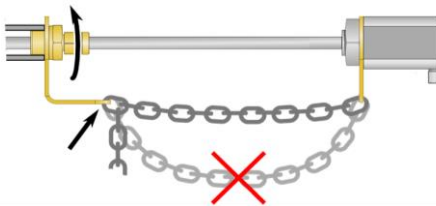

Abbildung 4: Sicherheitskette montieren
- Vor der Beaufschlagung mit Druck ist die Sicherheitskette zu verschließen. Der Verschluss soll so eingehängt werden, dass die Kette so wenig als möglich durchhängt (siehe Abbildung 4).
- Überwurfmutter der Durchgangsverschraubung fest angezogen, Sicherheitskette korrekt installiert (siehe Abbildung 4).